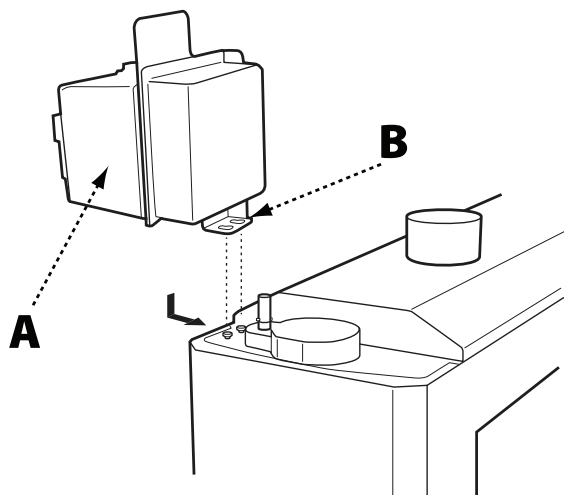

FIG. 2
1. Repérez les deux trous filetés sur le côté supérieur droit de l'appareil comme le montre la Fig. 2.
3. Installez l'assemblage du commutateur (A) au cadre de l'appareil en alignant les trous de serrure (B) de l'assemblage du commutateur sur les têtes de vis et en poussant l'assemblage vers l'arrière et en position.